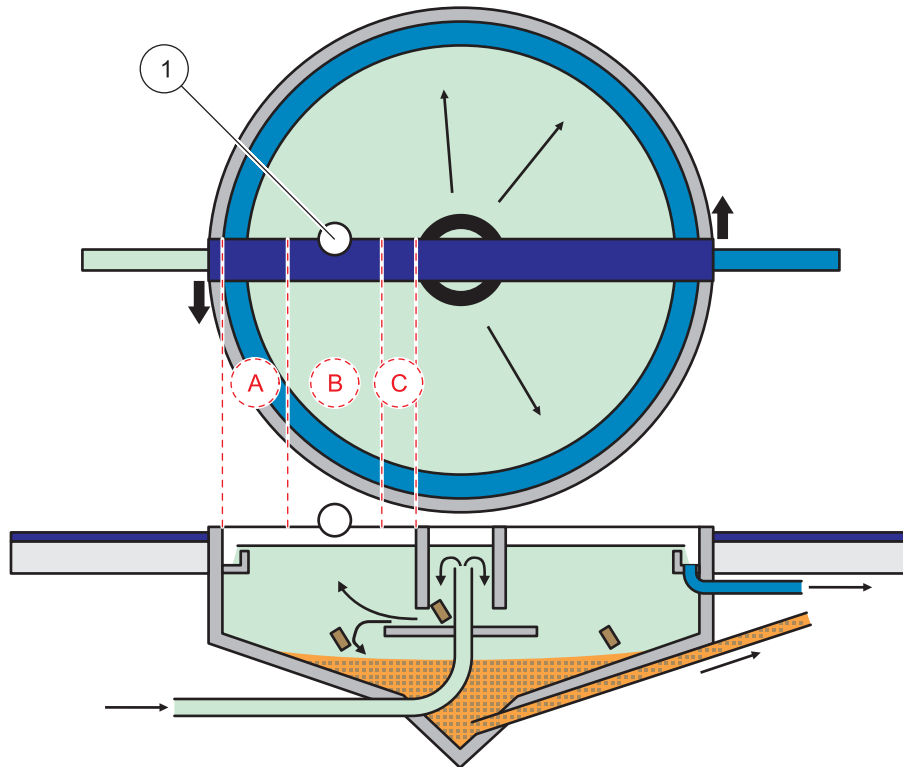
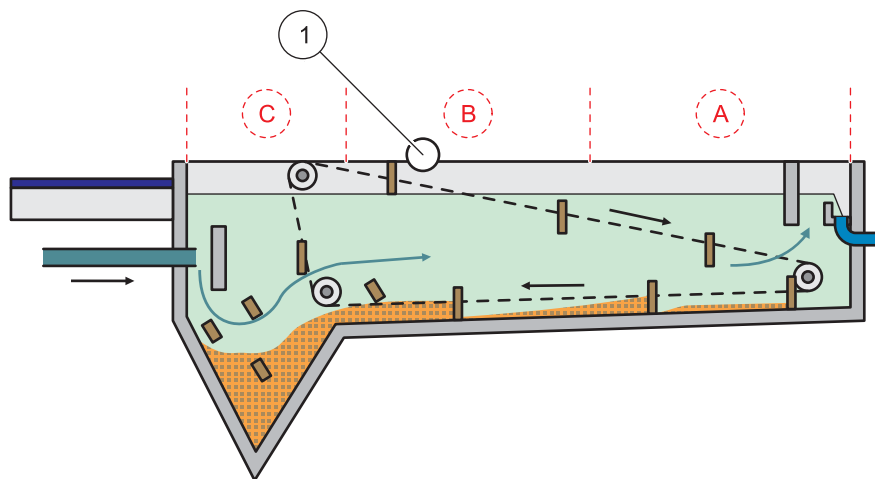

Abbildung 7 Grafik Rundbecken
Abbildung 8 Grafik Rechteckbecken
Je nach Beckentyp muss ein geeigneter Messort gefunden werden. Folgende Grafiken zeigen typische Beispiele für ein Rundbecken und ein Rechteckbecken. Der Punkt (1) ist in Abbildung 7 und Abbildung 8 ein geeigneter Messort.
**Hinweis:** *Installationshinweis: Bei Rundbecken mit drehender Räumbrücke sollte die Sonde in Drehrichtung auf der Hinterseite der Brücke montiert werden (Abbildung 7).*